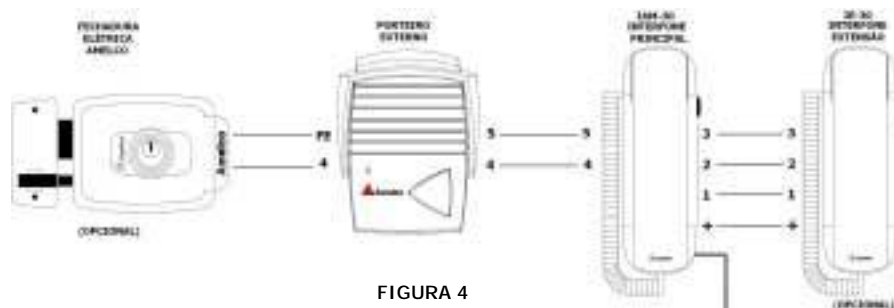

FIGURA 4
A instalação é simples, basta ter dois fios para a ligação do sistema, vide figura 4. Um fio deve ser ligado no **TERMINAL (5)** do interfone e no **TERMINAL (5)** do porteiro. O outro fio deve ser ligado no **TERMINAL (4)** do interfone e no **TERMINAL (4)** do porteiro.
Se for instalar fecho ou fechadura eletromagnética ligue os fios nos **TERMINAIS (4) e (FE)** do porteiro, vide figura 4 e tabela de especificações dos fios.
Se desejar colocar extensão deverá ser usado quatro fios interligando os **TERMINAIS (+), (1), (2) e (3)** do Interfone principal (IAM-30) para o Interfone extensão (IE-30), vide figura 4 e tabela de especificações dos fios.